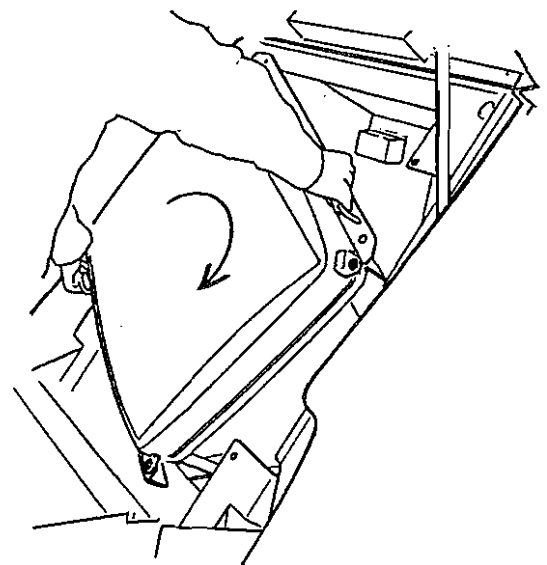

図10
- (2) フェイスパネルを開けます。（P11 7-2 「フェイスパネルの開け方」参照）
- (3) モニターA s s yを固定している六角ボルト(M8×20) 4 個を外します。
- (4) モニターA s s yをエンドボスがスライドガイドに当たるまで引き出します。
- (5) 図10の矢印の方向に90° 回転させて、縦画面にします。